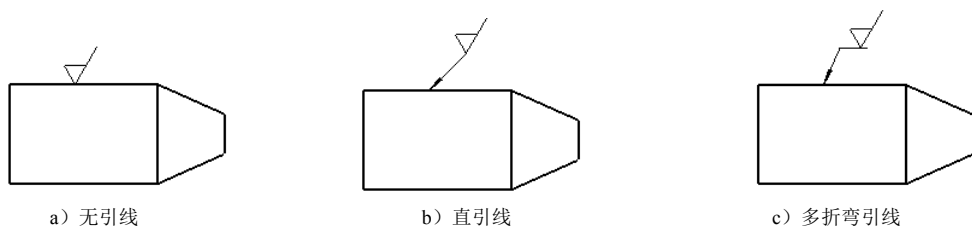

图 6.6.22 表面粗糙度符号引线样式
- **引线(L)** 区域: 用于设置表面粗糙度符号的引线样式。这里主要介绍带引线的两种形式和不带引线样式, 如图 6.6.22 所示。